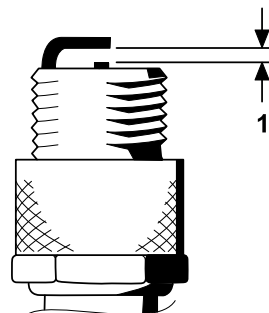

Figura 31
4. Ajuste a folga existente entre a zona central e lateral do elétrodo para 0,76 mm, como se mostra na Figura 31.